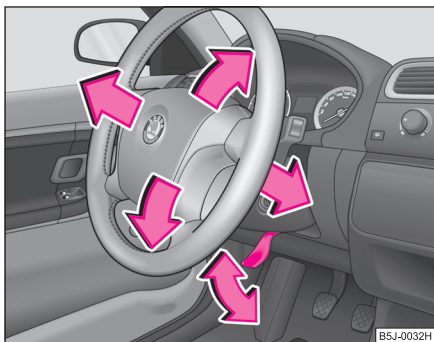

Fig. 99 Volan reglabil:
- Îndreptați maneta de sub volan ⇒ fig. 99, în jos ⇒ ⚠.